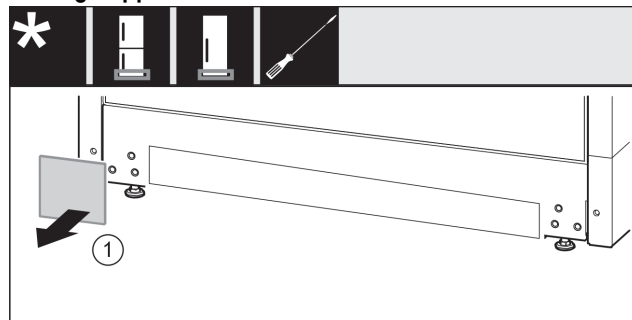

Fig. 20
- Rimuovere la copertura Fig. 20 (1).